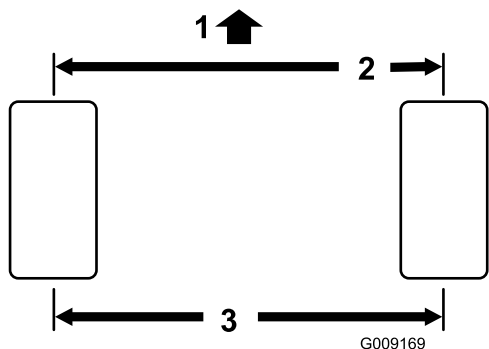

Figura 53
1. Mida la distancia entre centros (a la altura del eje) en la parte delantera y trasera de los neumáticos de dirección (**Figura 53**).